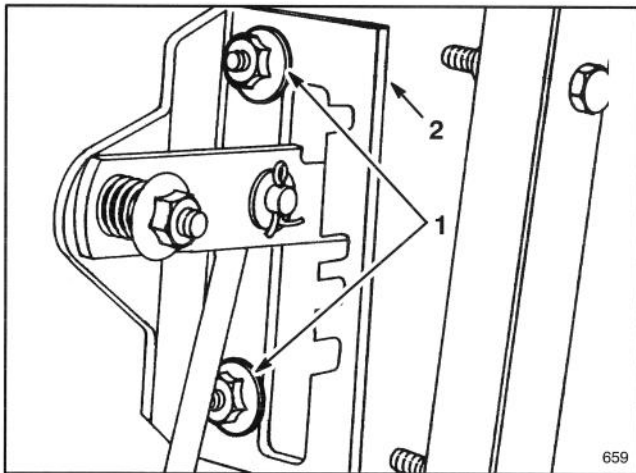
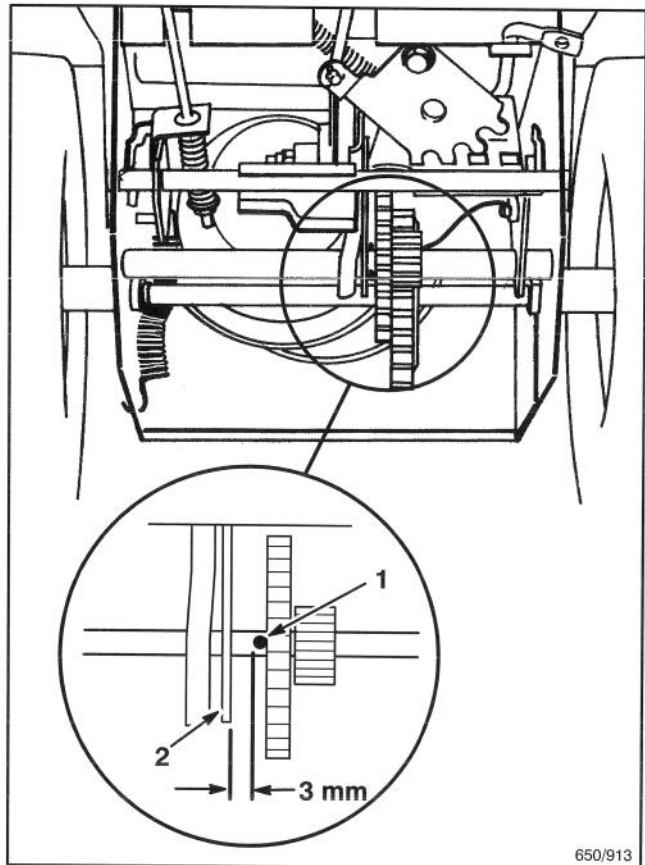

Figure 28
Figure 29
3. Desserez les écrous à collerette fixant la plaque du sélecteur de vitesses au panneau de commande. Cela vous permettra de déplacer la plaque du sélecteur pour faciliter le réglage (Fig. 28).
4. Mettez le sélecteur en position de vitesse No. 3 et appuyez sur la plaque du sélecteur pour déplacer l'assemblage de transmission vers la droite. L'ensemble de transmission doit se trouver à 3 mm (1/8 po.) de la goupille. Si ce n'est pas le cas, déplacez la plaque du sélecteur (Fig. 28) jusqu'à ce que l'écartement correct (3 mm) soit atteint (Fig. 29).
7. Réinstallez le couvercle inférieur à l'aide des (4) vis.